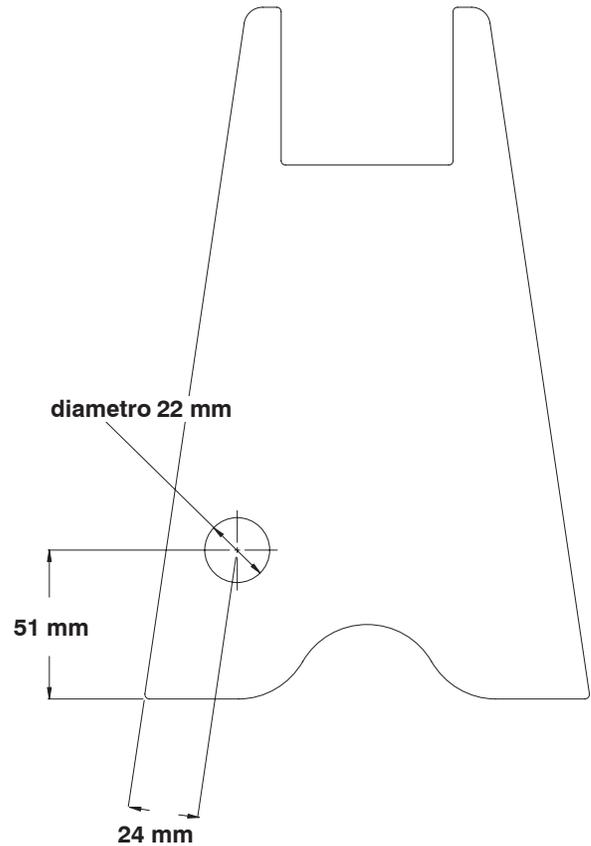

Figura 13
19. Utilizzando le dimensioni riportate nella figura 13, marcate e trapanate un foro del diametro di 22 mm nel frontale della staffa della ruota orientabile destra.